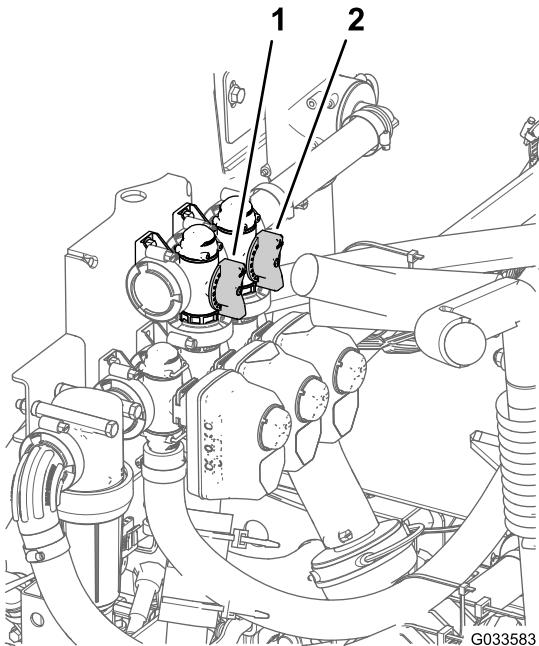

図 86
11. 攪拌バルブの背面についている攪拌バイパスバルブ 図 86 を使って、水圧計の読みが 6.9 bar になるように調整する。
8. マスターームバイパスハンドルを使ってタンク内の改拌動作を調整する 図 86。